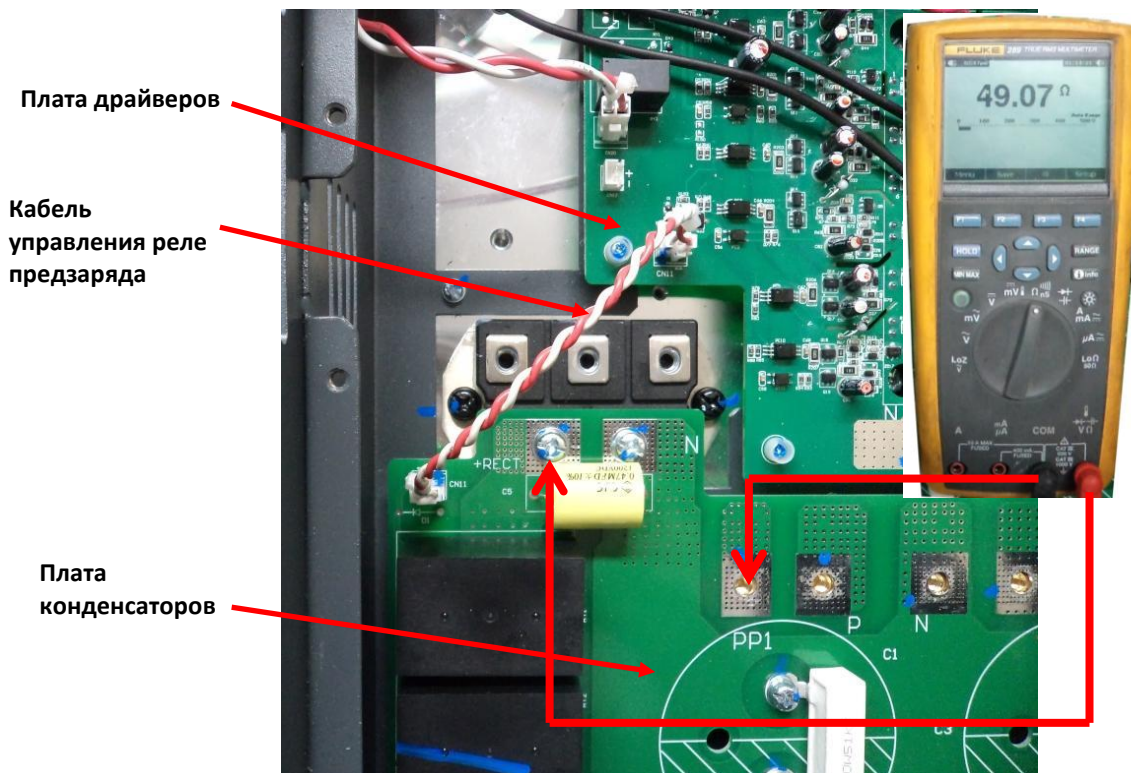

Рис.4.20
- Демонтировать шины R, S, T, +(P1), (P), кабель «-» .
- 4.12.2. Проверить подключение кабеля управления реле предзаряда к разъёму CN11 платы конденсаторов и разъёму CN11 платы драйверов (рисунок 4.20).
- 4.12.3. Измерить с помощью мультиметра 3.4.1 сопротивление между контактными площадками «+RECT» и «PP1» платы конденсаторов (рисунок 4.20). Значение сопротивления должно быть **49 +/- 1 Ом**. В противном случае необходимо заменить плату конденсаторов.